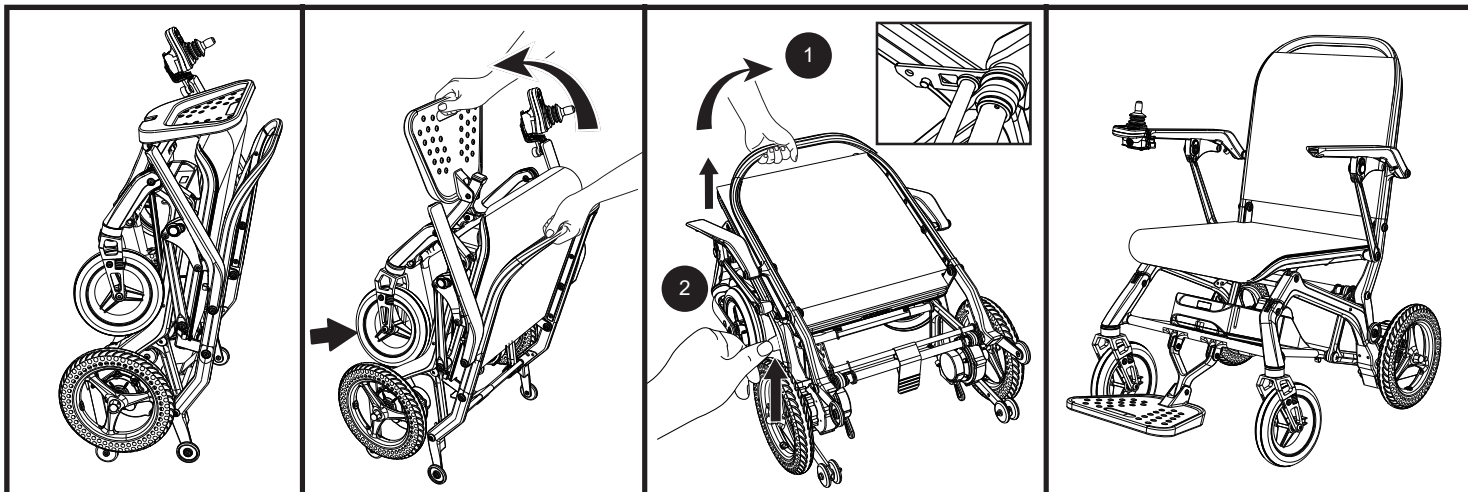

Figure 8. Déplier le fauteuil Jazzy® Ultra Light
1. Maintenez le cadre du dossier avec votre main gauche et ouvrez le repose-pieds avec votre main droite. **Voir la figure 8.**